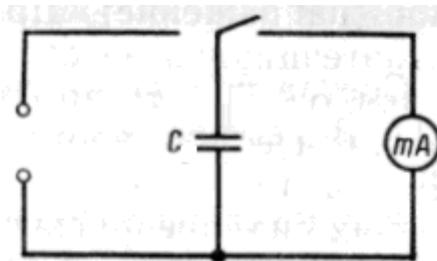

Рис.1
1. Составьте электрическую цепь по схеме, изображенной на рис.1. В цепи установите один из конденсаторов известной емкости.